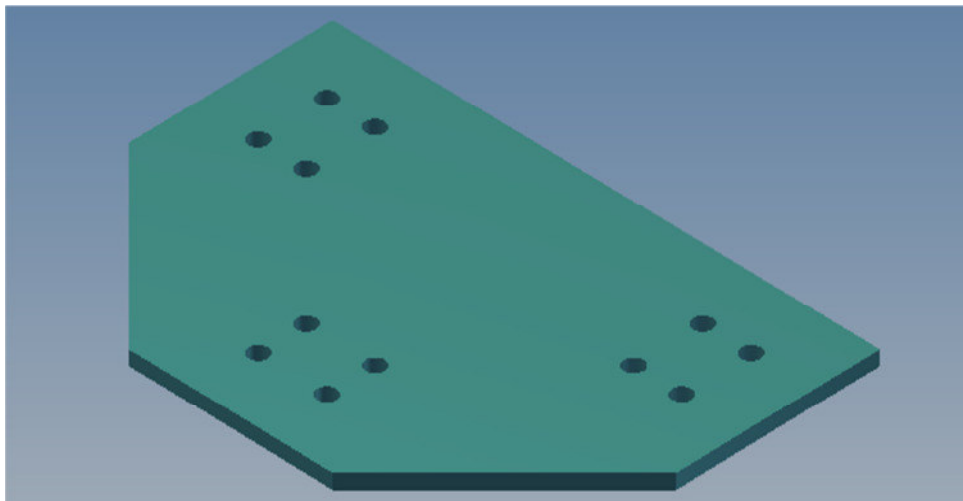
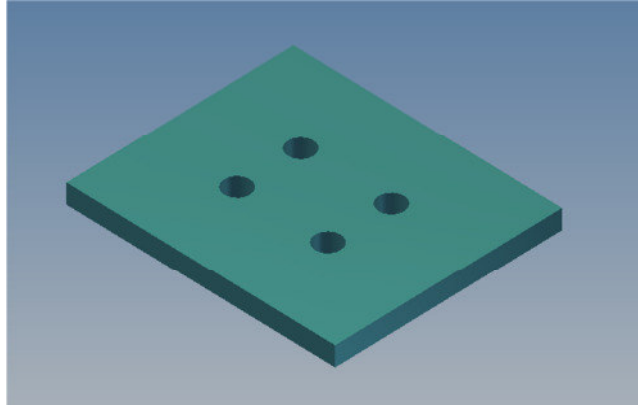

Bild 4 Kreuzabdeckung
Bild 5 Distanzplatte
- 3.2.4 Wandecken und Wandstöße durch Eckabdeckung (Bild 4) bzw. Kreuzabdeckung (Bild 5) miteinander verschrauben.